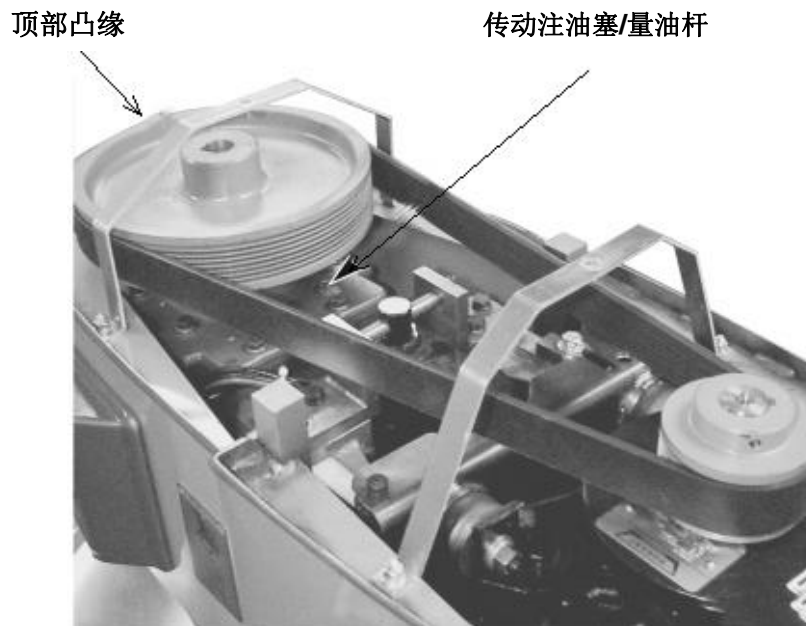

图1
- 将水平仪置于大带轮的顶部凸缘（图1）。根据需要调整底座垫片，校准设备左右、前后水平。